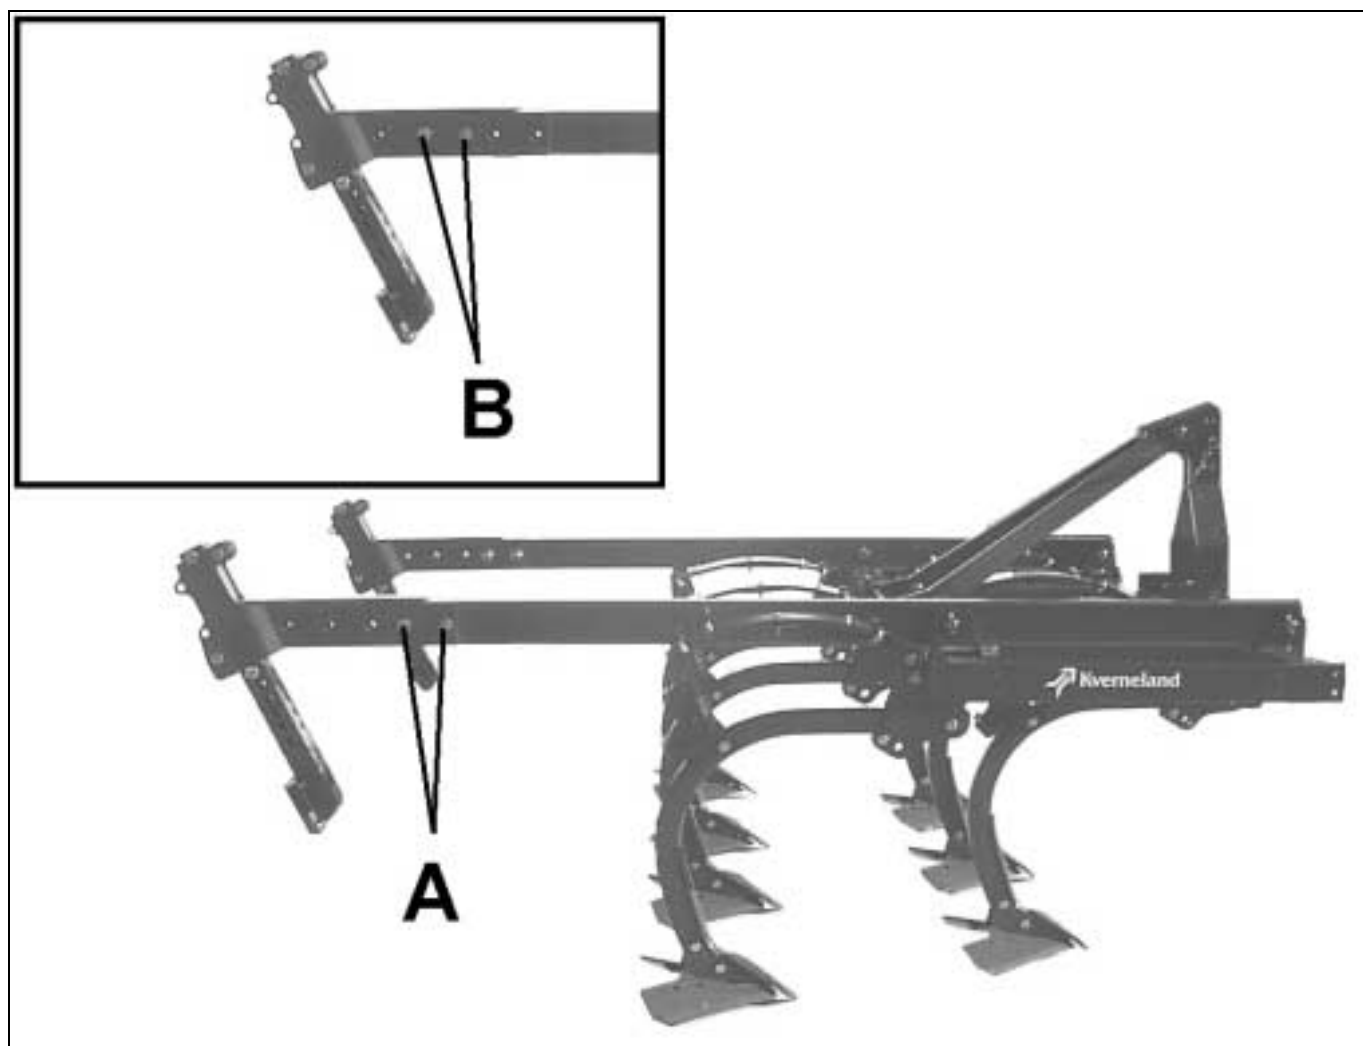

Рисунок 1
- На CLM, оборудованных быстро соединяемыми зубьями, соберите держатели для установочных стоек в самом заднем положении (деталь A, рисунок 1).
- На CLM, оборудованных зубьями с болтовым креплением соберите держатели для установочных стоек в положении B, рисунок 1.